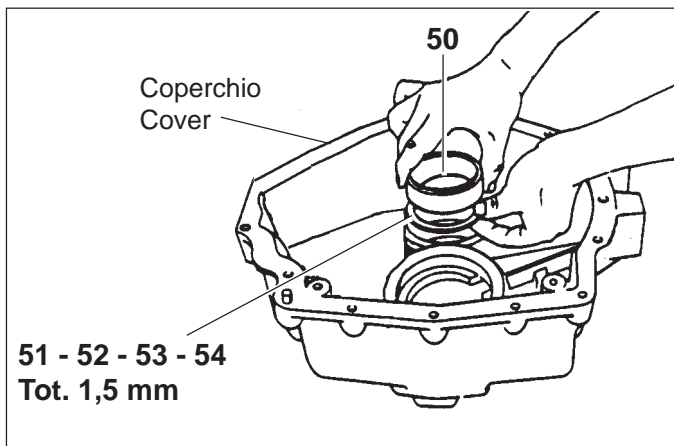
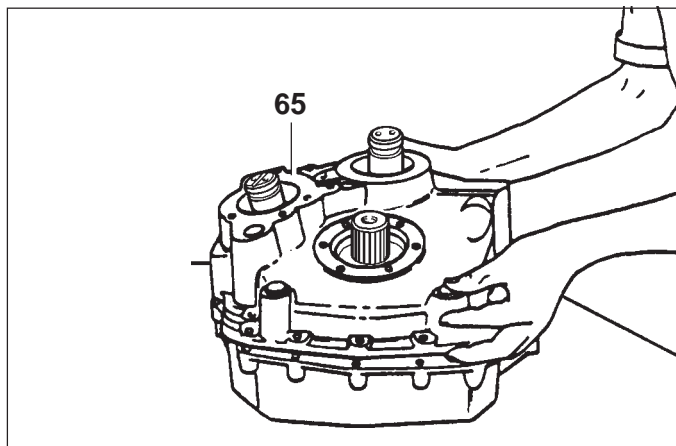

Fig. 31
Fig. 35
entrata, nel coperchio. La loro somma deve dare uno spessore totale di 1,5 mm. Poi, con l'attrezzo (15751990117) montare la coppa del cuscinetto (50) (Fig. 31).
- 6) Montare sul coperchio la falsa scatola, attrezzo (15751990215) per ZF 220 A, che riproduce la semiscatola invertitore. Tale attrezzo permette attraverso le sue aperture di rilevare il gioco tra i denti degli ingranaggi. (Ne si omette il disegno costruttivo in quanto la realizzazione richiede lo stesso ciclo di produzione utilizzato per le semiscaricasse) Fig. 35.
- 7) Montare le ralle esterne dei cuscinetti (63), (66) e (79) e assestare con l'attrezzo (15751990117). Con l'attrezzo (15770900005) tenere bloccato l'asse di uscita (61). Attraverso le apposite aperture posizionare il tastatore del comparatore centesimale a base magne-
combine them to reach a fixed shimming of 1,5 mm. Then using the tool (15751990117) drive outer race bearing (50) (Fig. 31).
- 6) Put on the half casing, the tool (15751990215) for ZF 220 A, which reproduces the reverse gear half casing. This tool, by means of its opening, shows the play between the gear teeth. (The drawing is not included in that its production is the same of the half casing) Fig. 35.
- 7) Fit outer race of tapered bearing (63), (66) and (79) and set then down with tool (15751990117). With the tool (15770900005) lock the shaft (61). Position the tracer point of the magnetic base centesimal feed loop at the side of the teeth of the gear (76) through the appropriate opening, and turn it
- 1) Sostituire con la semicarca (65) l'attrezzo che la riproduceva (Fig. 35).
- 1) Exchange the dummy half casing (65) for the real half casing (Fig. 35).